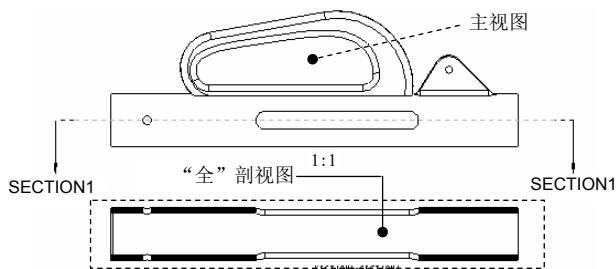

图 10.4.37 “全”剖视图
“全”剖视图如图 10.4.37 所示。
Step1. 选择图 10.4.37 所示的主视图, 然后右击, 从弹出的快捷菜单中选择 **插入投影视图...** 命令。